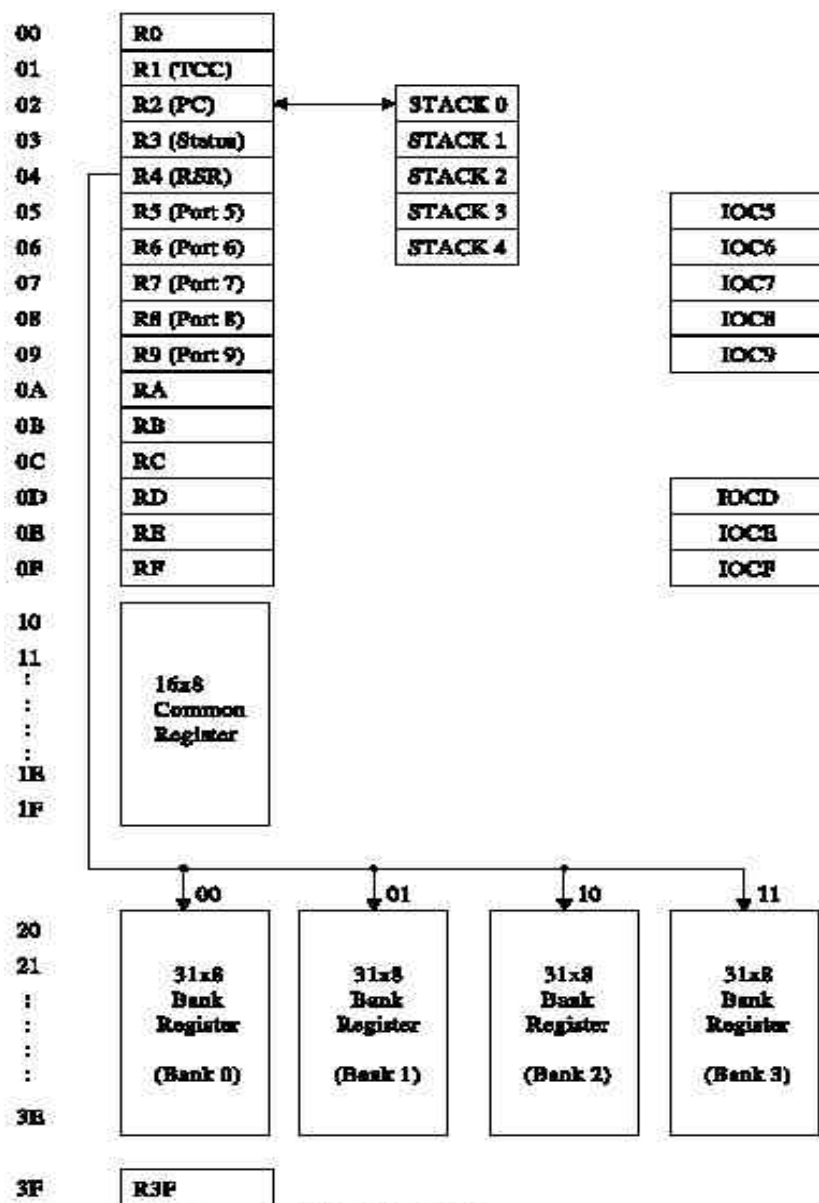

图4 数据寄存器结构
- 第 4 位 (T) 溢出位，执行 SLEEP 或 WDTN 指令或上电后置 1，WDT 溢出时清 0。
- 第 3 位 (P) 低功耗位，执行 WDTN 指令或上电后置 1，执行 SLEEP 指令后清 0。
- 第 2 位 (Z) 零标志位，当算术运算或逻辑运算结果位 0 时该位置 1。
- 第 1 位 (DC) 辅助进位标志。
- 第 0 位 (C) 进位标志。
- 参见图 4 所示数据存储器结构。